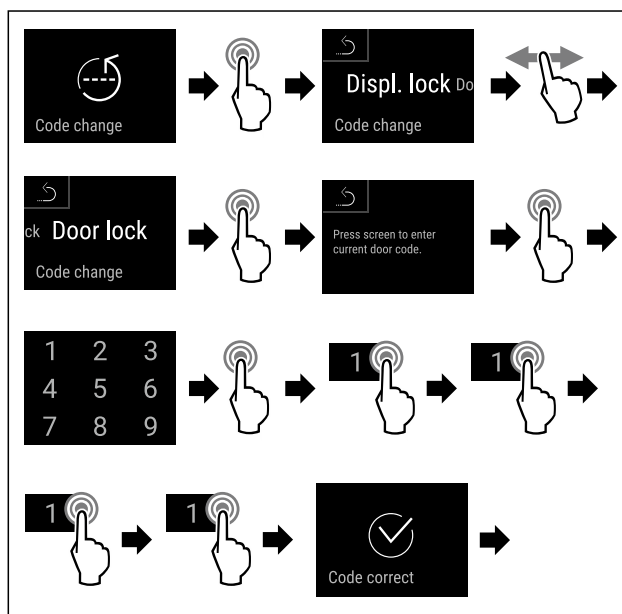

Fig. 81
- ▶ Wykonać czynności (patrz Fig. 81).